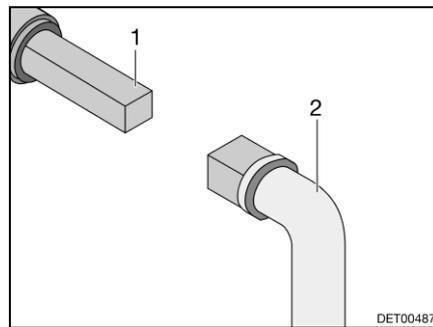

Fig. 127 Utilisation du robinet d'évacuation des eaux usées
- Insérer la clé (Fig. 127,2) sur la vis à quatre pans (Fig. 127,1).